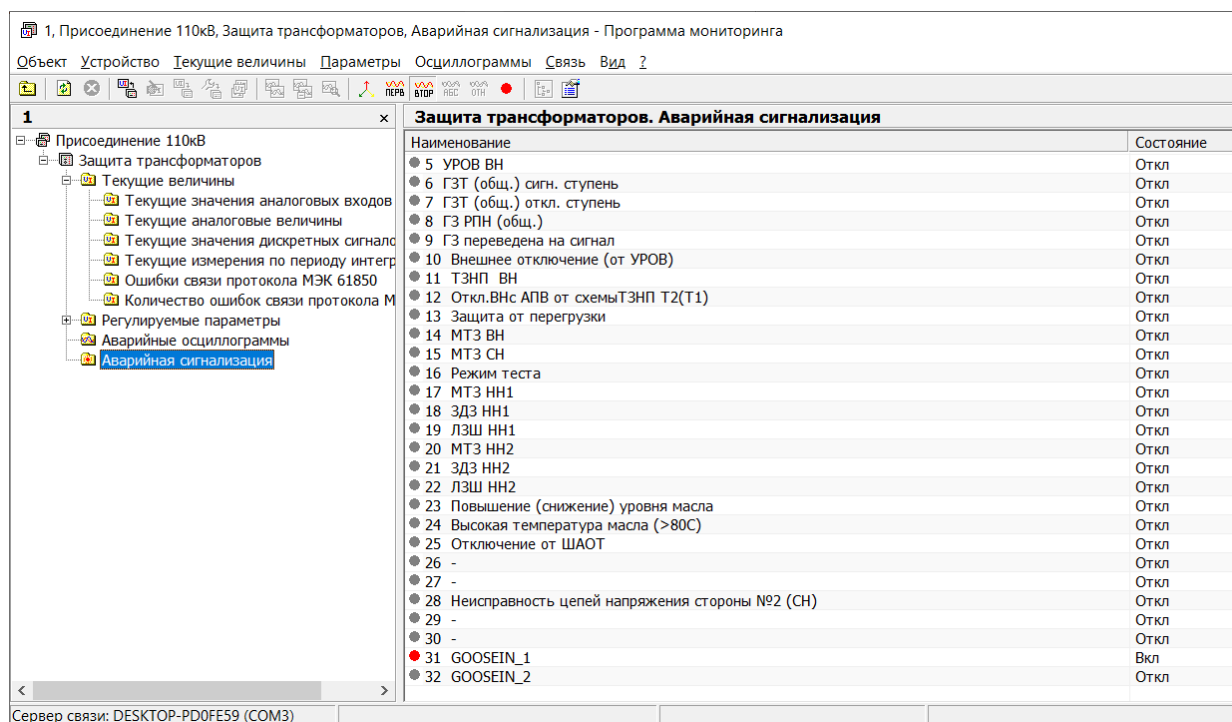

Рис. 93. Аварийная сигнализация
27) Загорится светодиод № 31 по терминалу или в отдельном окне программы мониторинга (рис. 93, раздел аварийная сигнализация).